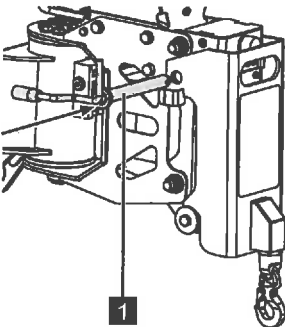

Abb. 163
3. Verriegelungsbolzen (Abb.163/1) einsetzen.